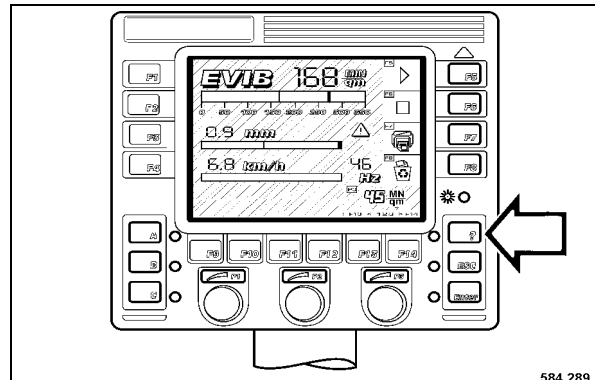

Fig. 197
- Press key "?" (menu) (Fig. 197).